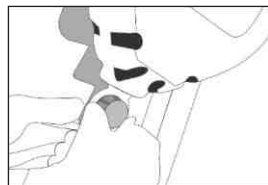

Bild. 3
- 3) Sätt den svarta skruven i fallskyddssystemets förankringsring och skruva fast muttern igen (bild 3).